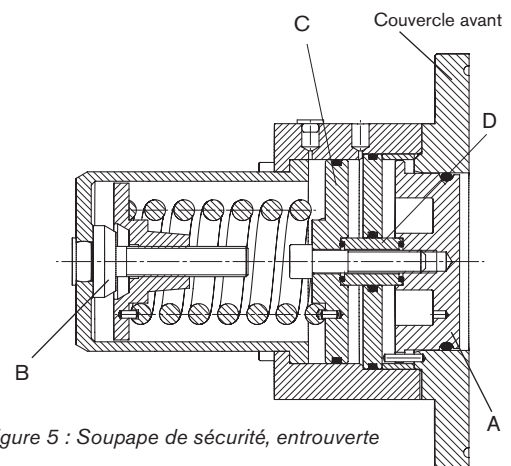

Figure 5 : Soupape de sécurité, entrouverte
La figure 5 montre la soupape entrouverte. La pression du liquide à l'intérieur du corps de pompe a poussé la tête de la soupape (A) vers la gauche contre la force du ressort par l'intermédiaire du manchon d'écartement (D) et du piston (C).